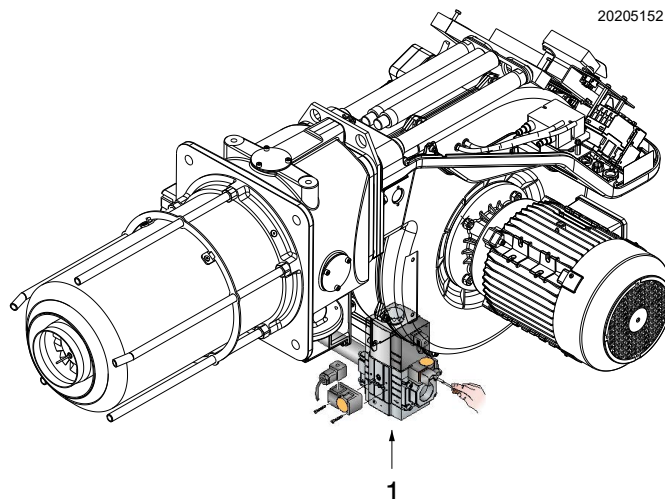

Fig. 33
- Comprobar la presión del suministro de gas conectando un manómetro en la toma presión 1)(Fig. 33) del presostato gas de mínima: debe ser inferior a la presión máxima permitida de la rampa de gas, indicada en la placa de características.
- Purgar el aire del tubo de la rampa de gas conectando un tubo de plástico a la toma de presión 1)(Fig. 33) del presostato gas de mínima.
Orientativamente puede obtenerse de las Fig. 26, Fig. 27, Fig. 28 y Fig. 29 en pág. 29, es suficiente leer la presión del gas en el manómetro en "U" (representado en la Fig. 33 en pág. 33) y seguir las indicaciones.